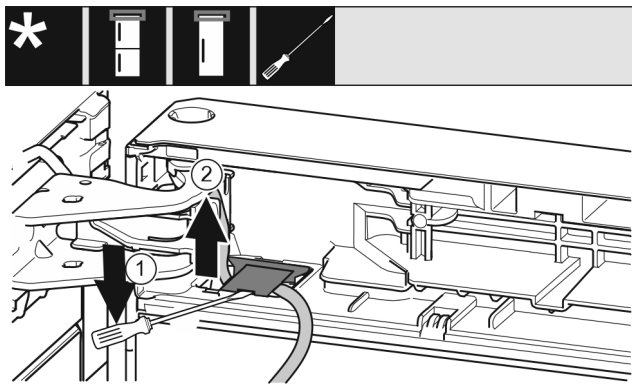

Fig. 21
- Nosta suojusta uraruuvimeisselillä ja vedä se ulos. Fig. 21 (1)
- Vedä johto ulos. Fig. 21 (2)